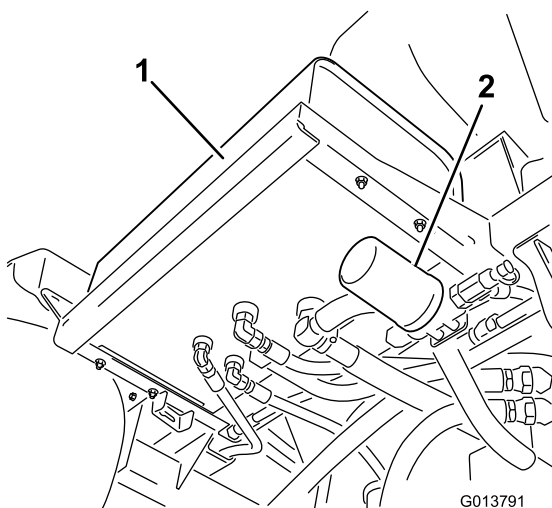
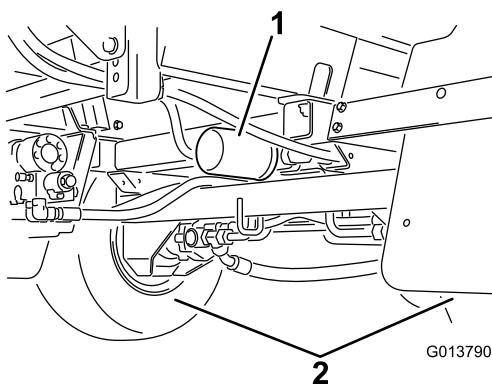

Figura 91
Figura 92
2. Localize os dois filtros hidráulicos na máquina (Figura 91 e Figura 92).